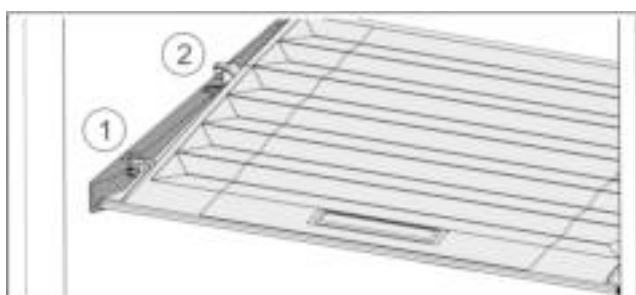

Fig. 33
- ▶ Deksel tot de opening in de vasthouders naar voren trekken Fig. 33 (1).
- ▶ Aan de achterkant vanaf de onderkant omhoog tillen en vanaf de bovenkant verwijderen Fig. 33 (2).